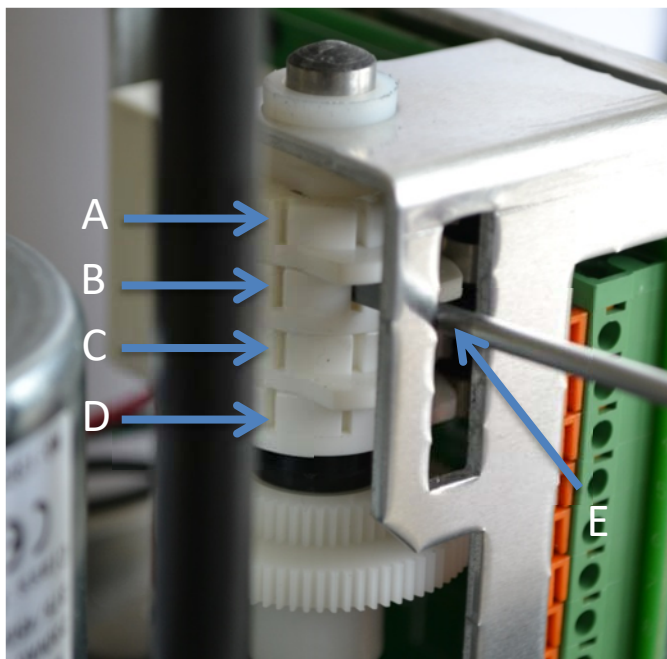

Рисунок 7: Регулировка контактных кулачков концевых выключателей
- Поверните кулачок концевого выключателя положения ЗАКР. (рис. 7; D) при помощи подходящей отвертки (ширина лезвия 4 мм) по часовой стрелке, пока не раздастся щелчок микропереключателя.
- Поверните кулачок концевого выключателя положения ОТКР. (рис. 7; C) при помощи подходящей отвертки (ширина лезвия 4 мм) против часовой стрелки, пока не раздастся щелчок микропереключателя.
Используйте обозначенный на рис. 7 буквой E мостик как опору для отвертки при регулировке контактных кулачков!
- Поверните кулачок дополнительного концевого выключателя положения ЗАКР. (рис. 7; B) при помощи подходящей отвертки (ширина лезвия 4 мм) по часовой стрелке, пока не раздастся щелчок микропереключателя.
- Поверните кулачок дополнительного концевого выключателя положения ОТКР. (рис. 7; А) при помощи подходящей отвертки (ширина лезвия 4 мм) против часовой стрелки, пока не раздастся щелчок микропереключателя.